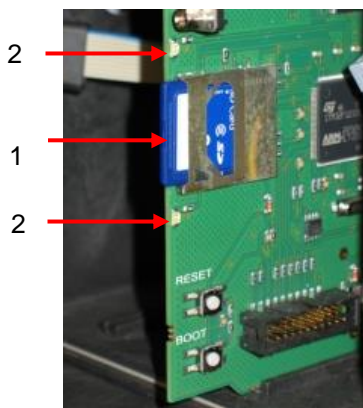

Figure 18
1. Insérez la carte SD (1) dans le lecteur prévu à cet effet, comme illustré sur la figure 18.